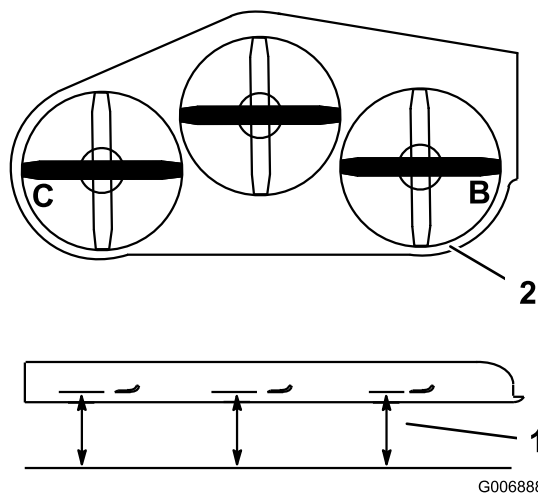

Figura 103
1. Coloque la cuchilla **derecha** en posición lateral (Figura 103).
2. Mida la cuchilla derecha en la posición **B** desde una superficie nivelada hasta el filo de corte del extremo de la cuchilla (Figura 103).
4. Coloque la cuchilla izquierda en posición lateral (Figura 103).
5. Mida la cuchilla izquierda en la posición **C** (Figura 103) desde una superficie nivelada hasta el filo de corte del extremo de la cuchilla.